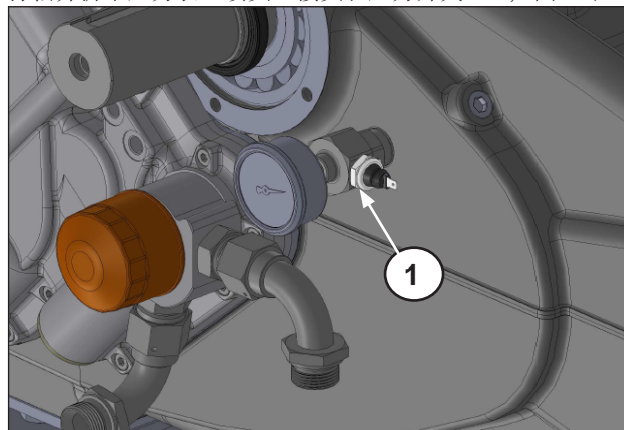

图 16
拧松并拆下压力表、喷头、接头和压力开关 (①, 图 16)。